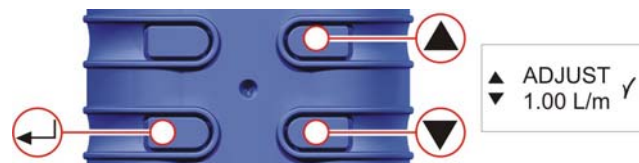

Figure 24 Tela de Ajuste (Inferior)
J. CALIBRAÇÃO DO PONTO DE AJUSTE INFERIOR (Fig. 24)